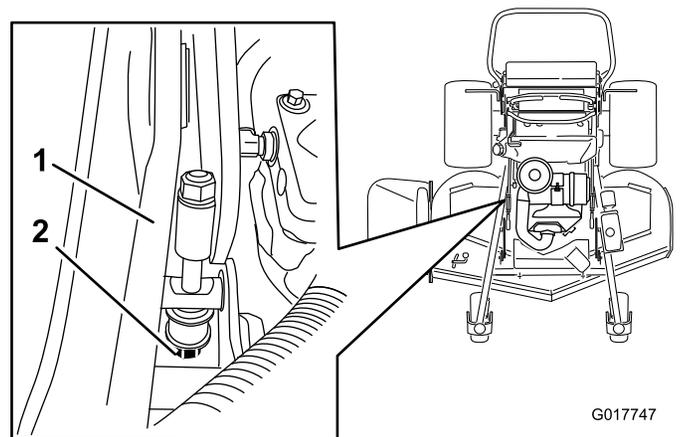

Figura 96
- Si la medida no es correcta, localice la varilla de ajuste de la altura de corte en el lado derecho de la máquina (Figura 96).
- Ajuste el perno de ajuste hasta obtener la distancia correcta de 7.6 cm (3 pulgadas) (Figura 96).